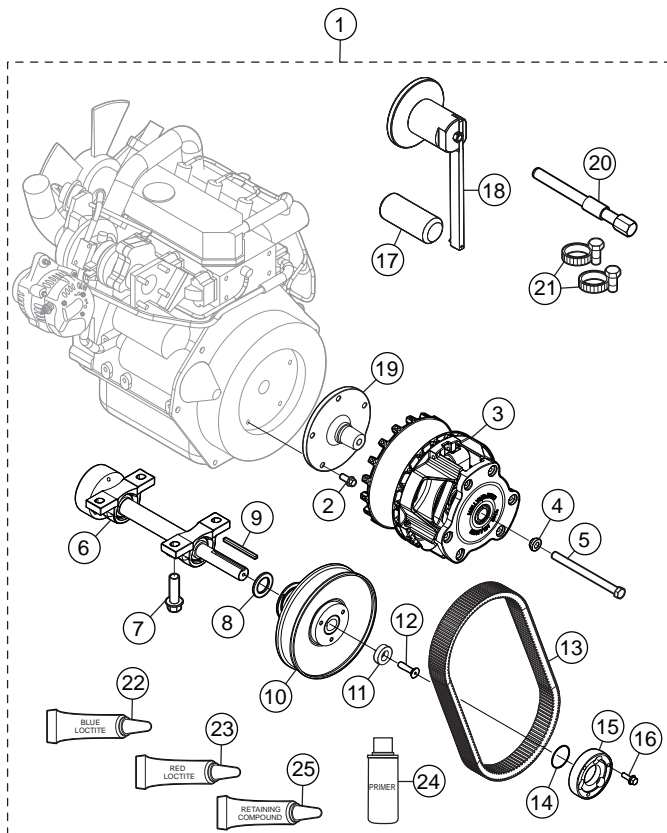
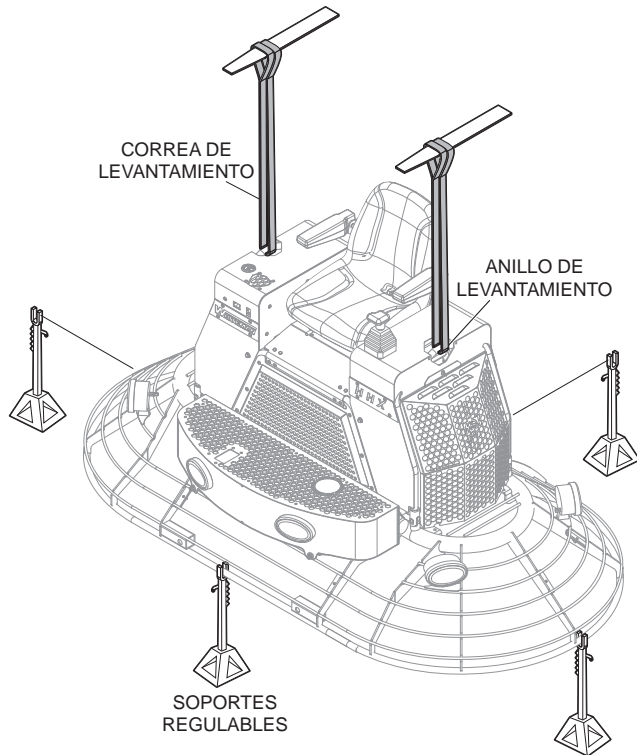

Figura 1. Juego de modificación del embrague
Figura 2. Levantamiento de la alisadora
Verifique que tenga todas las piezas. Vea la Figura 1, Figura 2 y Tabla 1.
1. Sujete los extremos de una correa o cadena de levantamiento alrededor de los anillos de levantamiento de cada lado de la alisadora. Sujete la correa o cadena de levantamiento al dispositivo de levantamiento. Sujete los extremos de la correa o cadena de levantamiento al dispositivo de levantamiento (Figura 2).